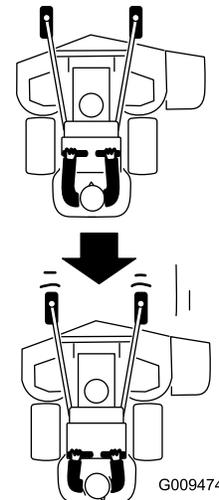

Bild 23
- Ziehen Sie die Fahrtriabshebel langsam nach hinten (Bild 23).